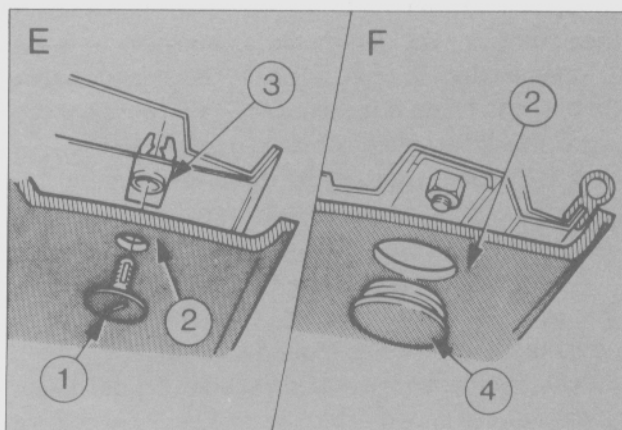

Fig. 6 -
- Colocar el tapizado de techo en su posición, alinear la posición de los retenedores traseros, montar los mismos y colocar las tapas de acceso (Fig. 6).